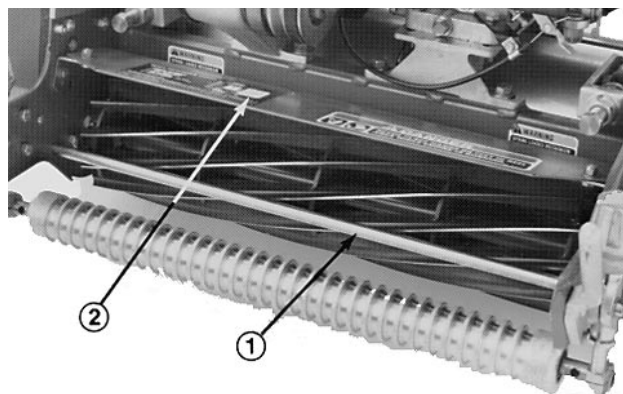

Fig. 9
- Medir a distância entre o topo da haste dianteira de apoio e o rebordo dianteiro do protector em cada extremidade da unidade de corte (Fig. 9).